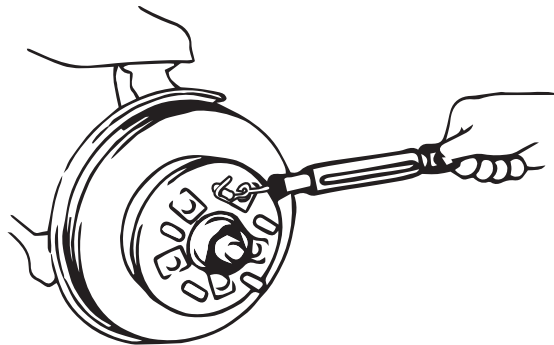

Рис. 2
3. Измерьте усилие вращения ступицы при установленном сальнике (обозначим этот параметр как **A**). Для этого установите на один из болтов колеса динамометр под прямым углом, как показано на **рис. 2**.